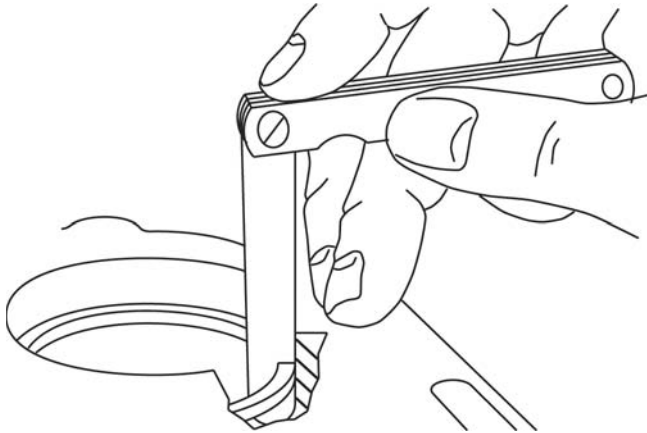

Fig. 76
2. Check ring end gap, Fig. 76.